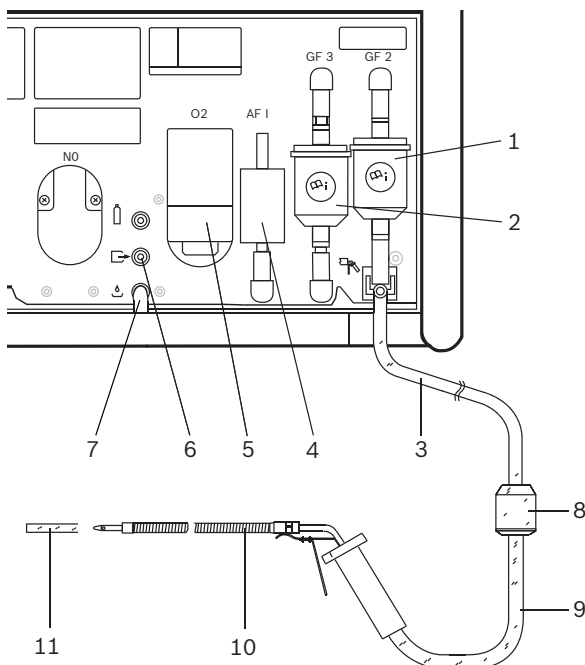

Fig. 3: BEA 060
- Utskiftning av grovfilter GF1 (fig. 3, pos. 8) i uttaksslange.
- Utskiftning av grovfilter GF2 (fig. 3, pos. 1), se kapittel 5.4.4.
- Kontrollere om begge PVC-slangene er tilkoblet på gassutgangene (fig. 3, pos. 6 og 7).
- Visuell kontroll av uttakssonden (fig. 3, pos. 10).
- Utskiftning av aktivkullfilteret (fig. 3, pos. 4) i nullgass-ledningen.